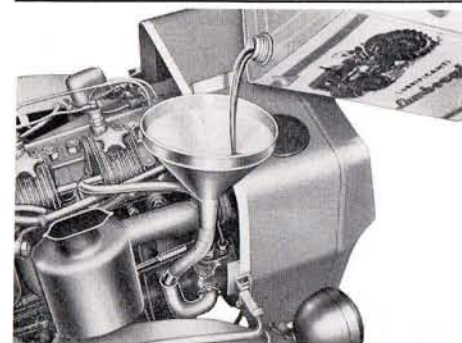
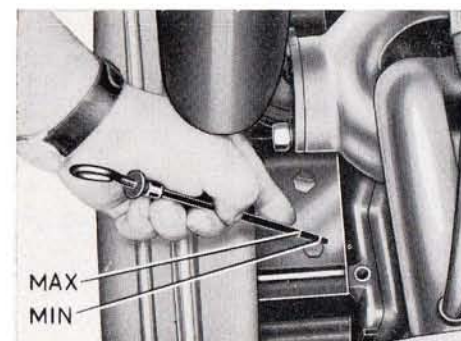

Fig. 17
Fig. 18
- 2) Enlever le bouchon de l'entrée de l'huile sur la partie latérale et remplir d'huile (voir fig. 17) jusqu'à rejoindre le cran supérieur de la tige du niveau en faisant attention de ne jamais dépasser les dites limites (voir fig. 18).